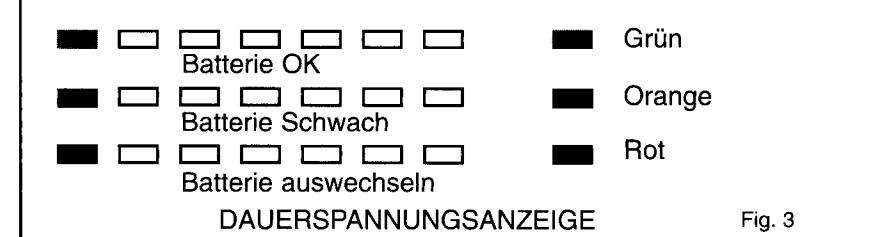

Fig. 3
- Die Dauerspannungsanzeige läßt den Spannungsstand der Batterie zu jeder beliebigen Zeit erkennen. Die LED leuchtet, solange das Gerät eingeschaltet ist, und kann folgende drei Farben haben (siehe Abb. 3):